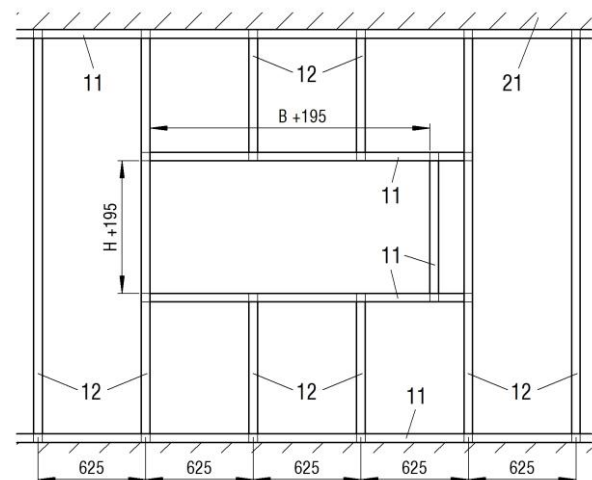

Abbildung 25: Metallständerwerk mit erforderlichen Auswechslungen (für BKA-EN mit Einbaurahmen ER, Wanddicke > 100mm)
- Metallständerwerk und Wand gemäß den Angaben des Wandherstellers herstellen und Auswehlungen entsprechend der Abbildung 25 vorsehen. Aussparung für den Einbau der BKA-EN mit Einbaurahmen ER vorsehen. Bei Wanddicken > 100 mm auf abweichende Größe der Aussparung gegenüber der Aussparung bei einer Wanddicke von = 100 mm achten.